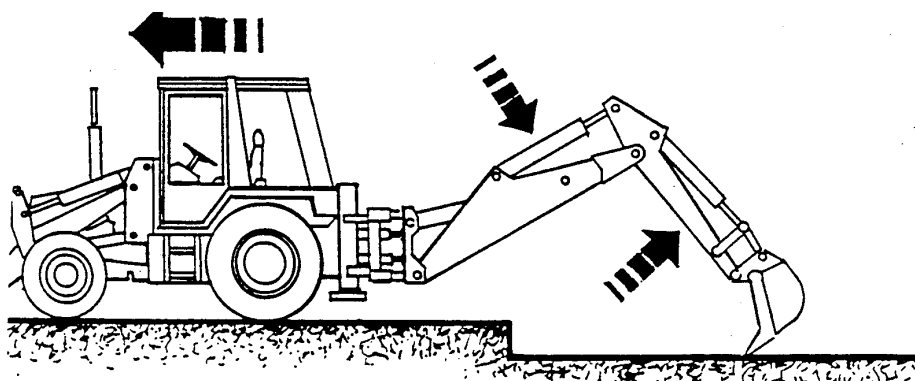

Рис. 4.70. Перемещение экскаватора-погрузчика во время рытья траншеи
- переместить машину за счет выпрямления (раскладывания) рукояти и одновременного опускания экскаваторной стрелы (Рис. 4.70);